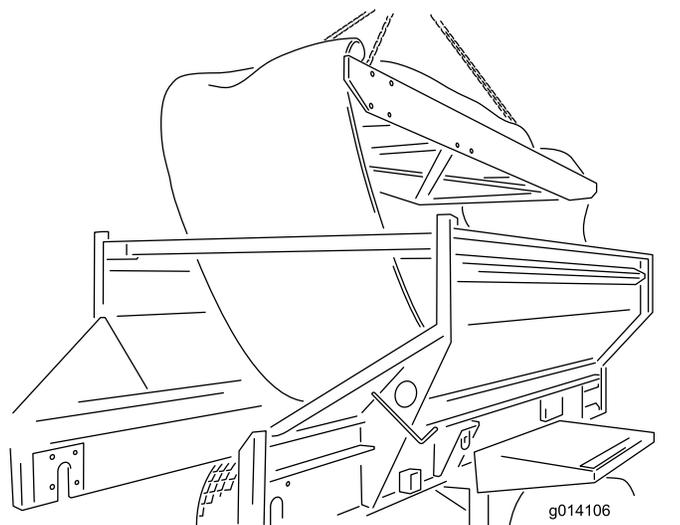

Рисунок 55
24. Извлеките съемный блок через верх машины. Поставьте его на площадку (Рисунок 55).